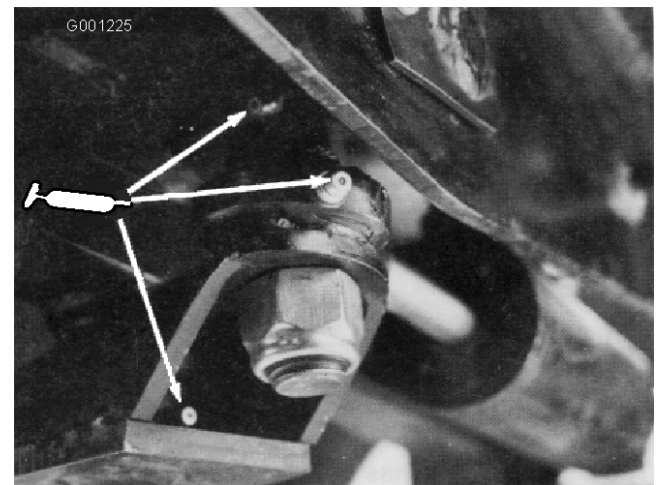

Figura 42
- Casquillos de la placa de dirección (Figura 42)
- Casquillo del pasador del eje (Figura 42)